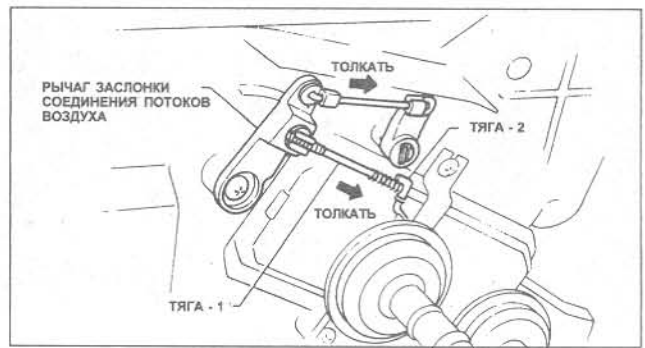

Рис. 11.30 Регулировка управлением водяных потоков (Глава 39)
душной заслонки с левой стороны отопительного прибора (см. Пункт 7 выше). 17 Как показано на рис. 11.30, отсоедините тягу (1) от рычага заслонки воздуш-